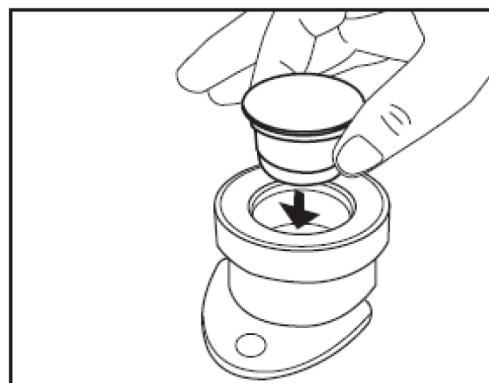

Fig. 12
- Placera en kapsel i hållaren (Fig.12).